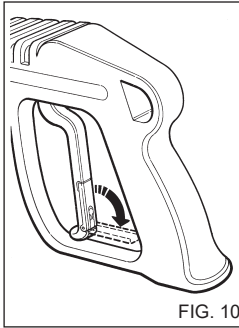

FIG. 10
- Luk grebets beskyttelsesdæksel, når rengøringsmaskinen ikke anvendes. (Fig. 10).